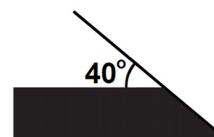

Рис. 22 Угол заточки ножа
- Заточите ножи при необходимости. Для заточки ножа необходимо сделать следующее: Поместите край лезвия ножа под углом 40° для заточки (Рис. 22). Заточите кромку лезвия шлифовальным кругом. При возникновении трудностей, для заточки ножей обратитесь в специализированный сервис.